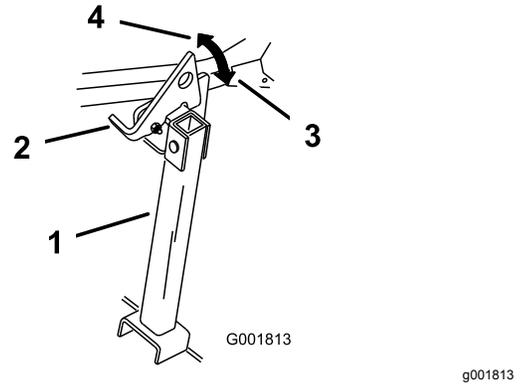

Figura 45
- Levante o trinco para a posição desbloqueada (Figura 45).